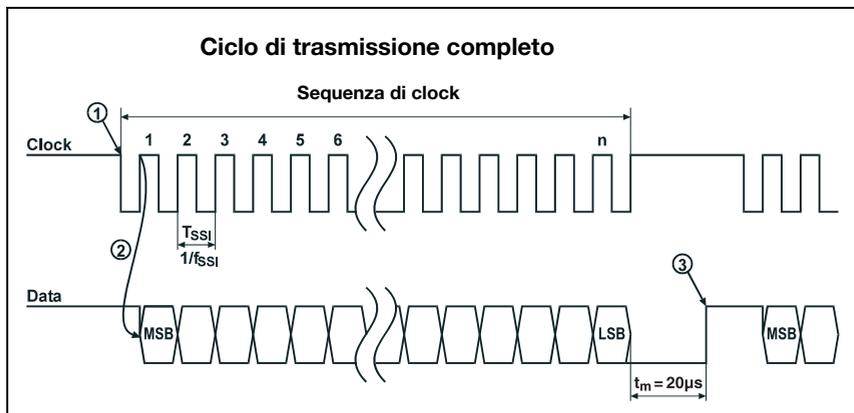

Figura 9.1: Diagramma temporale trasmissione dati SSI
A riposo, le linee di clock e di trasmissione dei dati sono entrambe sul livello HIGH. Al verificarsi del primo fronte HIGH-LOW (punto ① in figura 9.1), i dati del registro interno vengono memorizzati. In tal modo si garantisce che i dati non vengono più cambiati durante la trasmissione seriale del valore.
Alla commutazione successiva del segnale di clock da LOW a HIGH (punto ② in figura 9.1) inizia la trasmissione del valore di posizione con il bit più significativo (MSB). A ogni ulteriore passaggio del segnale di ciclo dal livello LOW al livello HIGH viene impostato il successivo bit di valore più basso sulla linea di trasmissione dei dati. Dopo aver emesso il bit di valore più basso (LSB), con l'ultimo passaggio del segnale di ciclo dal livello LOW a HIGH la linea di trasmissione dei dati passa al livello LOW (fine della trasmissione).
Un monoflop riattivato e lanciato dal segnale di clock determina la durata fino al nuovo richiamo dell'interfaccia SSI per la trasmissione successiva. Da ciò risulta anche il tempo di pausa minimo tra due sequenze di clock successive. Al termine del tempo $t_m = 20\mu s$, la linea dati viene riportata sul livello di riposo (HIGH) (punto ③ in figura 9.1). Questo segnala lo scambio di dati completamente concluso ed il nuovo stand-by di trasmissione.